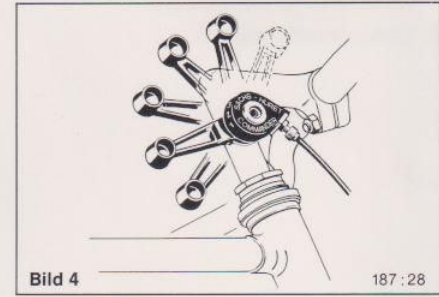

Bild 4
- Am Lenkerschaft so befestigen, daß gut geschaltet werden kann (Bild 4).